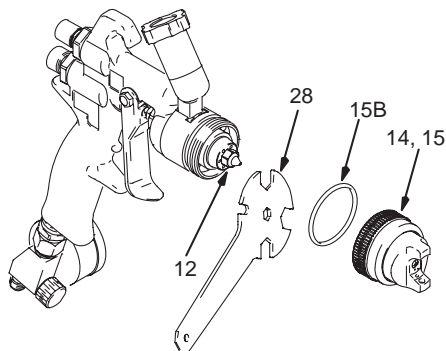

Fig. 22
3. Démontez la bague de retenue du chapeau d'air (15) et le chapeau d'air (14). Démontez et remplacez le joint (15B). (Voir Figure 22).